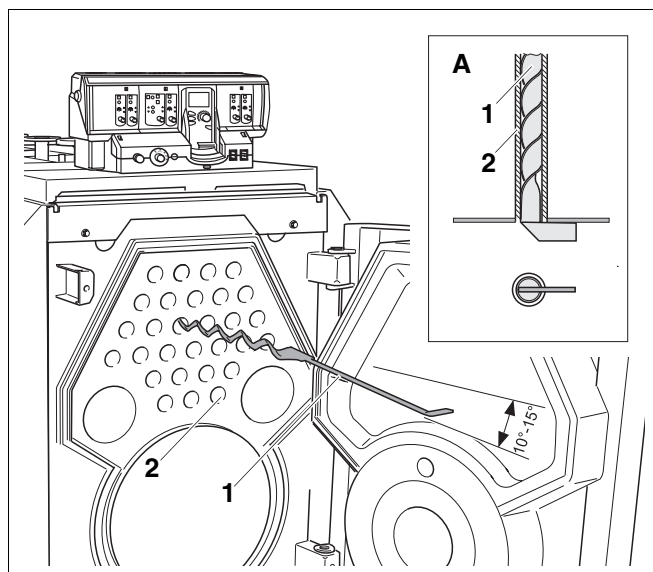

Рис. 50 *Корректировка предварительного напряжения турбуляторов*
- Проверьте, чтобы стопоры турбуляторов прилегали на фронтальной стенке горизонтально к трубам дополнительных поверхностей нагрева (рис. 50, стр. 55, **вид А**).
- Задвинуть турбуляторы (рис. 50, **поз. 1**) в трубы дополнительных поверхностей нагрева (рис. 50, **поз. 2**).
Если предварительное напряжение турбуляторов (рис. 50, **поз. 1**) недостаточно, то необходимо его скорректировать.
- Вынуть турбулятор (рис. 50, **поз. 1**) на  $\frac{3}{4}$  его длины из трубы (рис. 50, **поз. 2**).
- Согнуть турбулятор (рис. 50, **поз. 1**) как показано на рис. 50 на  $10^\circ - 15^\circ$ .
- Вновь задвинуть турбулятор (рис. 50, **поз. 1**) в трубу (рис. 50, **поз. 2**).
- Еще раз проверить предварительное напряжение турбулятора (рис. 50, **поз. 1**).